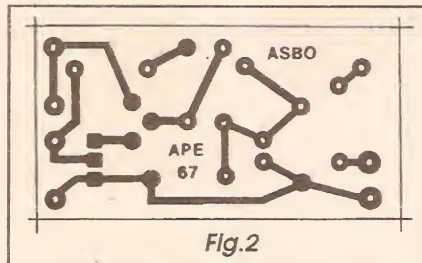

Fig. 2
- FIG. 2 - LAYOUT DO CIRCUITO IMPRESSO ESPECÍFICO - Como o circuito é muito modesto, em termos de quantidade e tamanho dos componentes, isso se reflete nas dimensões da própria plaquinha específica de impresso, também maneiríssima em suas dimensões, com um arranjo de ilhas e pistas cobreadas simples, sem congestionamentos... A figura traz o padrão cobreado em tamanho natural, facilitando a cópia direta, com carbono, e seque trazeção, corrosão, furação, etc., nas etapas já mais do que conhecidas de todo bom hobbyista... De qualquer maneira, tratando-se de uma aplicação com intenções profissionais e/ou industriais, recomenda-se ainda mais enfaticamente uma boa conferência ao final da confecção, para